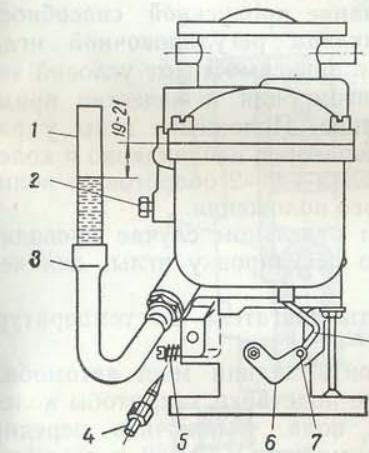

Рис. 39. Замер топлива в поплавковой камере:
1. Вывернуть регулировочную иглу 4 (рис. 39) главного жиклера вместе с накидной гайкой и слить топливо из поплавковой камеры.